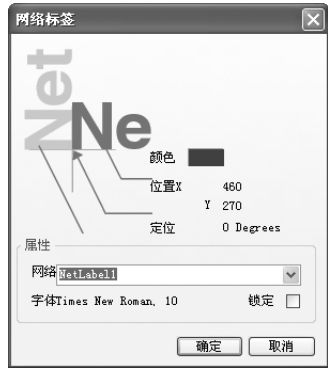

图 3-14 “网络标签”对话框
3) 设置网络标号的属性。在放置网络标号的过程中，用户可以对其属性进行设置。双击网络标号或者在光标处于放置网络标号的状态时按 <Tab> 键，弹出如图 3-14 所示的“网络标签”对话框，在该对话框中可以对网络标号的颜色、位置、旋转角度、名称及字体等属性进行设置。